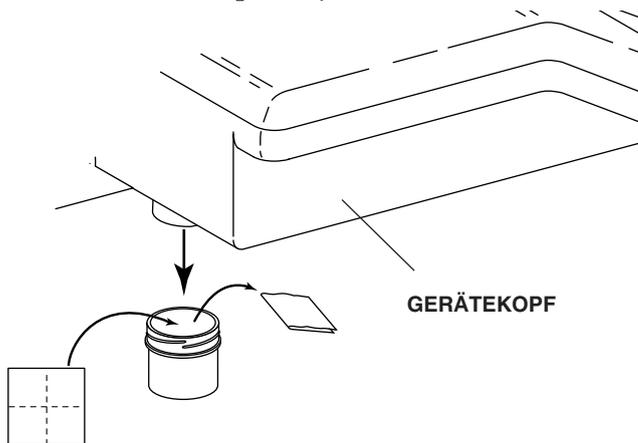

Bild 10. Ölsammler
1. Nehmen Sie den Ölsammelbehälter vom Gerätekopf ab, nehmen Sie die alte Filtergaze heraus, und entsorgen Sie sie (siehe Bild 10).